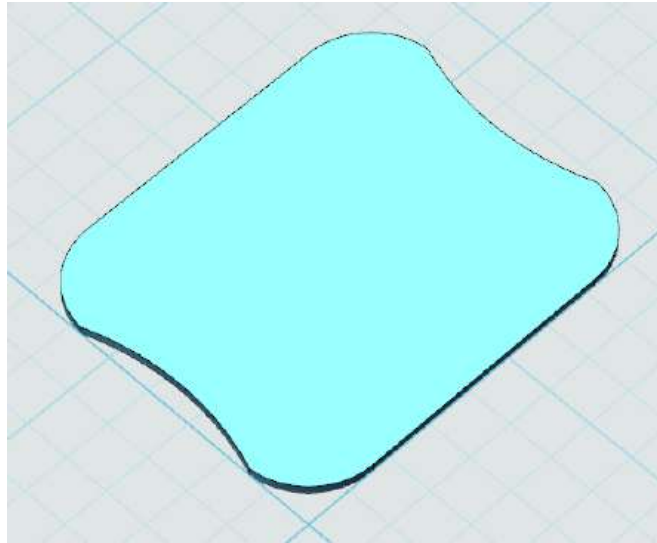

图 8-7
5.点击草图，选择拉伸，高度为 1。完成后如图 8-7 所示。